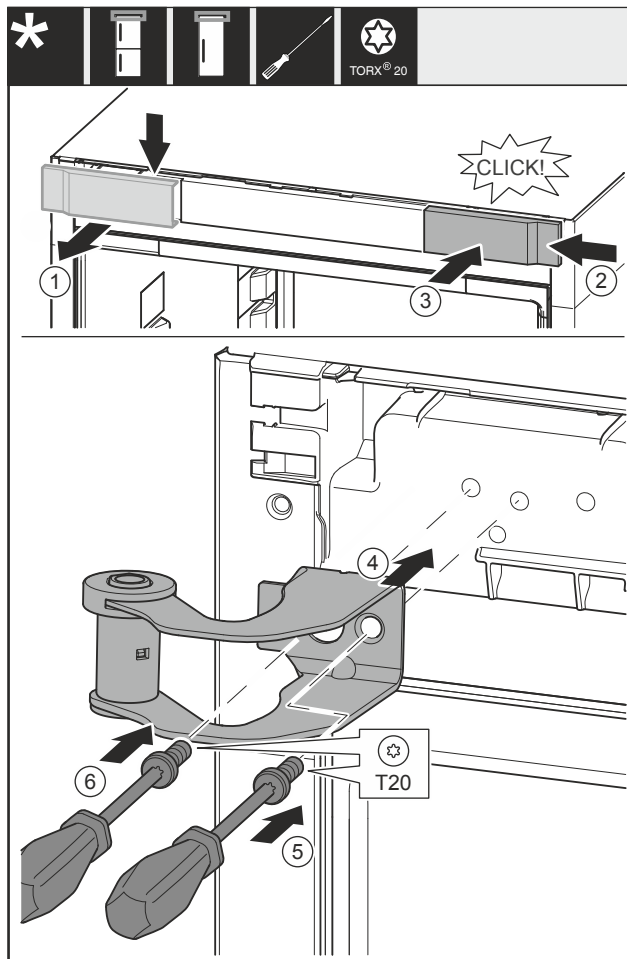

Fig. 36
- Rimuovere la copertura Fig. 36 (1) dall'alto in avanti.
- Agganciare da destra la copertura Fig. 36 (2) ruotata di 180° sull'altro lato.
- Innestare la copertura Fig. 36 (3).
- Applicare la staffa di supporto superiore Fig. 36 (4).
- Stringere la vite Fig. 36 (5).
- Stringere la vite Fig. 36 (6).